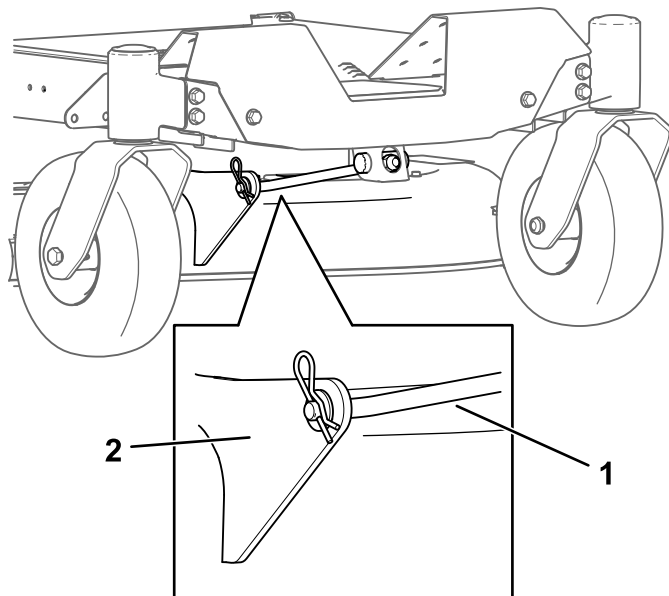

Bild 72
4. Entfernen Sie den Splint von der vorderen Stützstange und nehmen Sie die Stange aus der Mähwerkhalterung (Bild 72).
- Befestigen Sie die vordere Stützstange mit den Lastösenbolzen und Splints am Mähwerk (**Bild 72**).